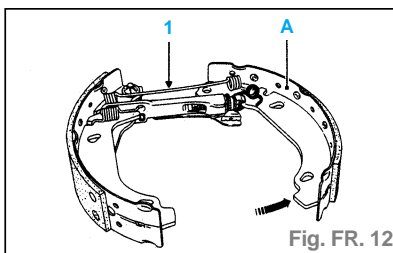

Fig. FR. 12
- Faire pivoter le segment primaire (A), suivant la flèche, de manière à dégager la tête de vis du RAI (fig. FR. 12).
- Ceci permet la dépose sans effort du ressort supérieur (1) (fig. FR. 12).